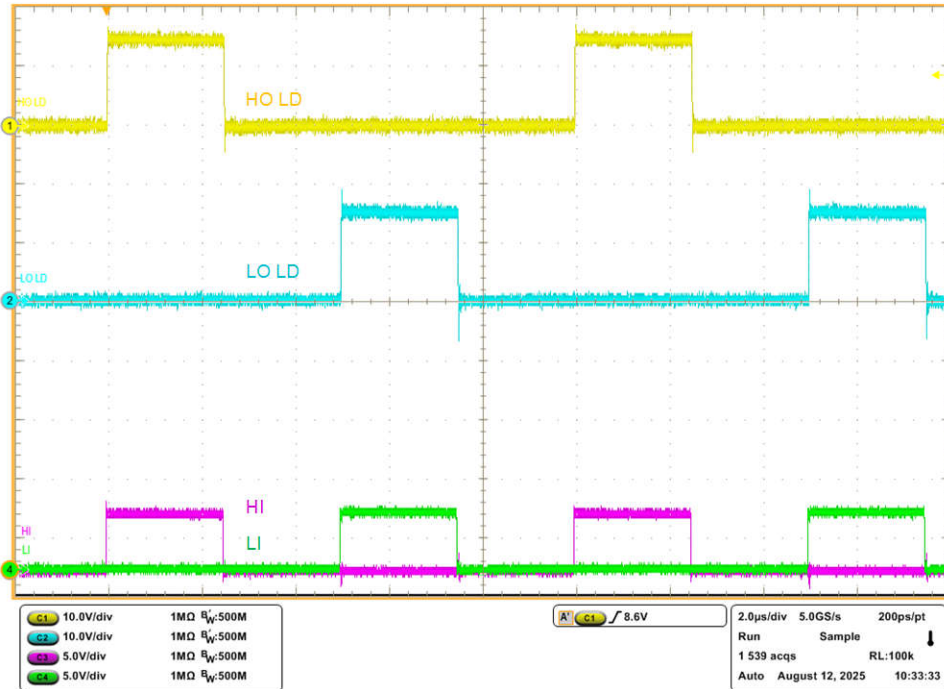

图 5-2. 输入和输出波形示例（绿色和洋红色代表 PWM 输入，黄色和蓝色代表驱动器输出）
- a. 示波器中通道 1 和通道 2 上具有稳定脉冲输出，请参阅图 5-2